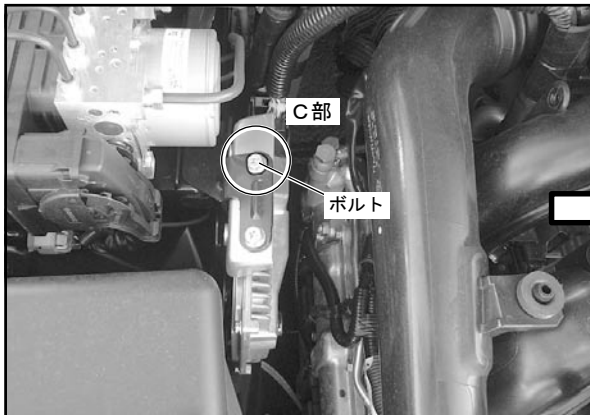

図 11
(6) 純正エアインテークパイプに各ホースを元のように接続してください。
(7) C部の取付けボルトをいったん外し、ブローオフステーと共締めしてください。(図 11、図 12)